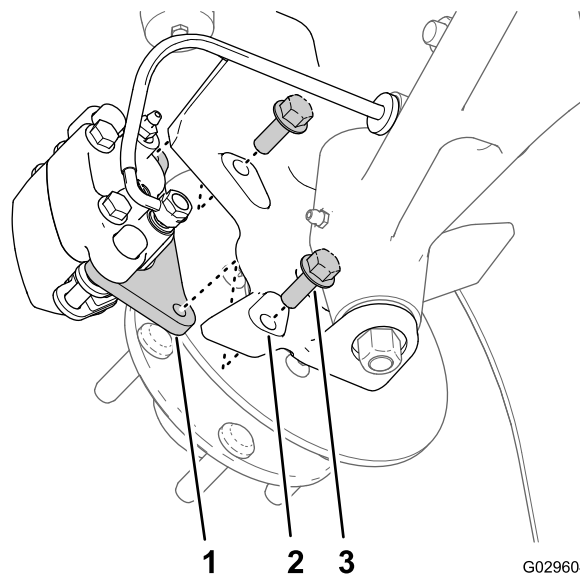
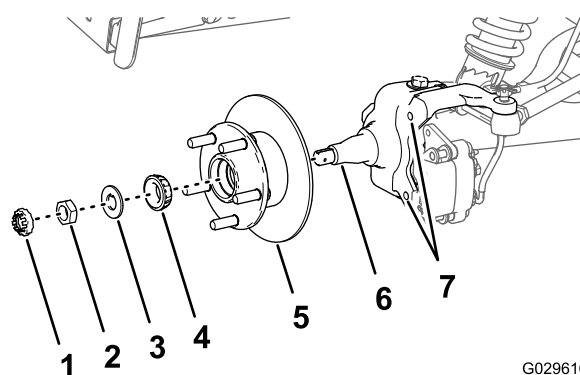

Рисунок 29
Рисунок 33
3. Выверните болты с фланцевыми головками (3/8 x 1 дюйм), которые крепят кронштейн тормоза в сборе к шпинделю, и отделите тормоз от шпинделя (Рисунок 29).
1. Нанесите тонкий слой консистентной смазки указанного типа на шпindelь (Рисунок 33).
2. Установите ступицу и ротор на шпindelь так, чтобы ротор был внутри (Рисунок 33).
3. Установите наружный подшипник на шпindelь и в наружное кольцо (Рисунок 33).
4. Установите стопорную шайбу на шпindelь (Рисунок 33).
5. Наверните гайку шпindelя на шпindelь и затяните гайку, поворачивая ступицу (Рисунок 33).
2. Совместите тормозные колодки с обеих сторон ротора (Рисунок 29) и отверстия в кронштейне суппорта с отверстиями в креплении тормоза на шпиндельной бабке (Рисунок 33).
3. Установите кронштейн суппорта на шпиндельную бабку (Рисунок 29) при помощи 2 болтов с фланцевыми головками (3/8 x 1 дюйм) и затяните болты с моментом от 47 до 54 Н·см.